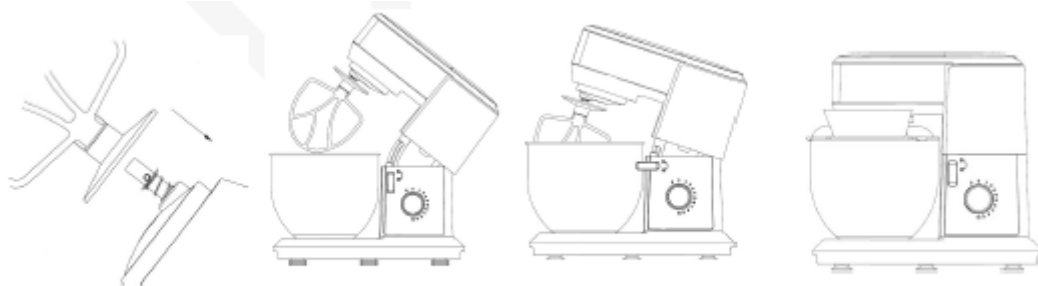

Fig.1
(1) Rotiți „Butonul pentru deblocarea capului multifuncțional” în sensul acelor de ceasornic la 90°, apoi ridicați capul multifuncțional până când acesta se blochează în poziție.
(2) Pentru a conecta accesoriul la soclul de conectare inferior, aliniați mai întâi canelura accesoriului cu știftul de fixare de pe axul soclului de conectare inferior, introduceți accesoriul în portul de conectare inferior, apoi împingeți accesoriul în sus și rotiți-l în sensul acelor de ceasornic pentru a-l fixa pe știftul de fixare de pe axul soclului de conectare inferior (consultați Fig. 1).